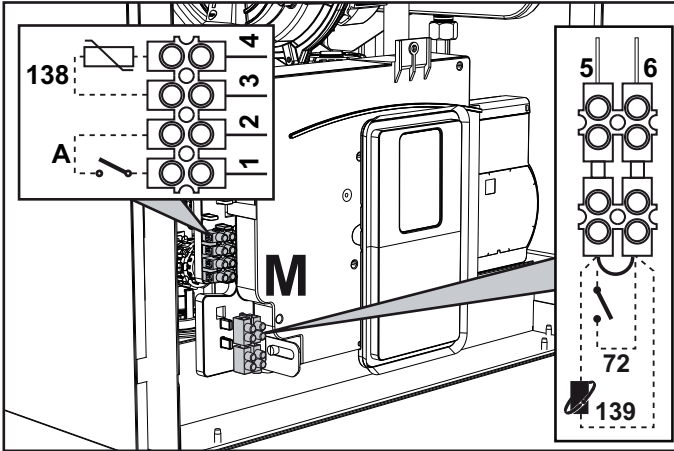

fig. 28
După ce ați scos panoul frontal (***) 'Deschiderea panoului frontal' on page 153 (***) veți putea avea acces la panourile de borne (M) și la siguranța fuzibilă (F) urmând indicațiile descrise în continuare. **Bornele indicate în fig. 28 trebuie să aibă contactele curate (nu 230 V).** Dispunerea bornelor pentru diferitele conexiuni este indicată și în diagrama electrică din fig. 65.
Configurarea întrerupătorului ON/OFF (A fig. 28)